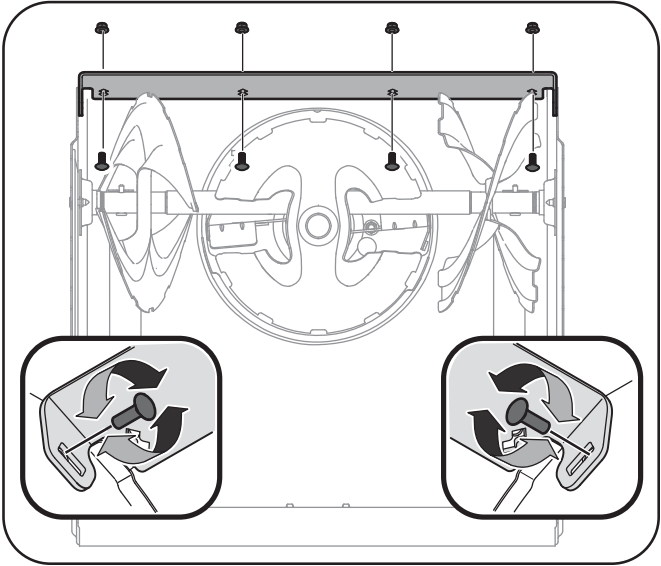

Figure 6-3
2. Installez la lame plate neuve en vérifiant que la tête des boulons ordinaires, les rondelles se trouve à l'intérieur de l'habitacle. Serrez à fond. Voir la Figure 6-3.